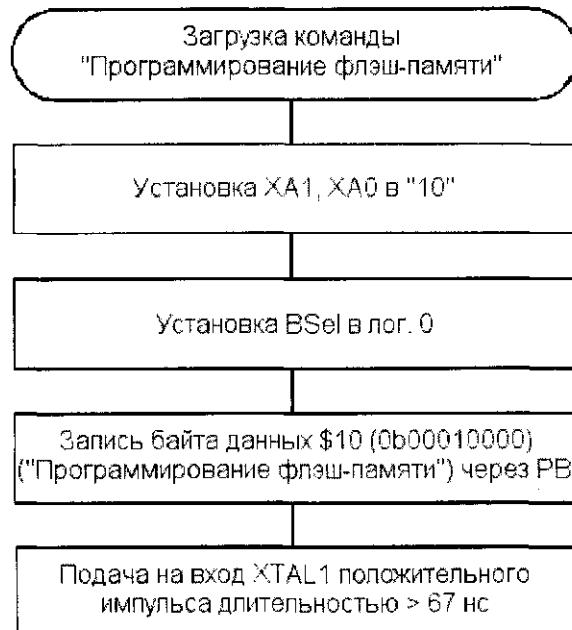

Рис. 11.6. Последовательность действий для загрузки команды программирования
На рис. 11.6 – рис. 11.9 показана последовательность действий, которые необходимо выполнить для загрузки команд, адресов и данных, а также для самого процесса программирования.
1. Загрузка команды $0001\ 0001_b$ (11_h) в соответствии с табл. 11.4. Ход действий аналогичен загрузке команды программирования (см. рис. 11.6).
1. Загрузка команды 0100 0000_b (40_b) в соответствии с табл. 11.4. Ход действий аналогичен загрузке команды программирования (см. рис. 11.6).
1. Загрузить команду 0010 0000_b (20_b) в соответствии с табл. 11.4. Ход действий аналогичен загрузке команды программирования (см. рис. 11.6).
- Загрузить команду 0000 0100_b (04_b) в соответствии с табл. 11.4. Ход действий аналогичен действиям при загрузке команды программирования (см. рис. 11.6).
- Загрузить команду 0000 1000_b (08_b) в соответствии с табл. 11.4. Ход действий аналогичен последовательности при загрузке команды программирования (см. рис. 11.6).